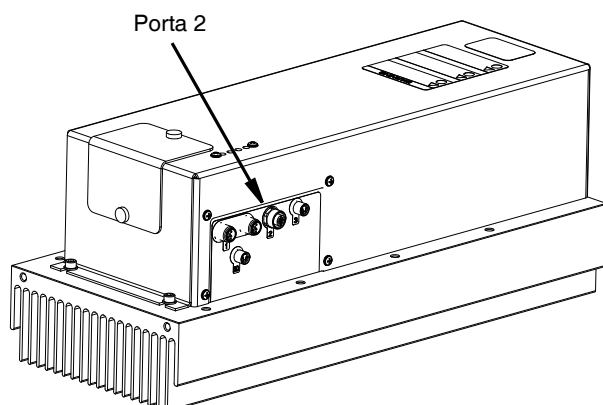

FIG. 8
3. Collegare la linea pneumatica etichettata "Chiusa" dal kit di interfaccia valvola di erogazione (porta 2 sull'MCM) alla linea pneumatica sulla valvola di miscelazione dinamica Voltex contrassegnata con "Chiusa". Vedere FIG. 8.